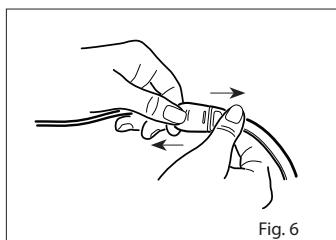

Fig. 6
1. Reportez-vous à la fig. 6. Tirez fermement sur le connecteur du capteur pour le retirer du câble patient.